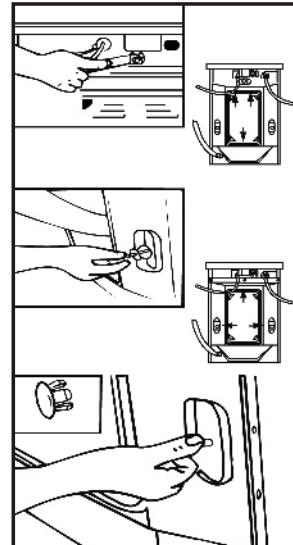

Figure 2
- Enlevez les boulons d'emballage comme montré dans la figure 2.